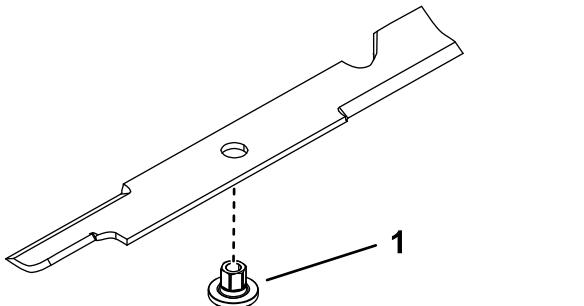

Figura 97
1. Instale el casquillo a través de la cuchilla con la brida del casquillo en el lado inferior (lado del césped) de la cuchilla (Figura 97).